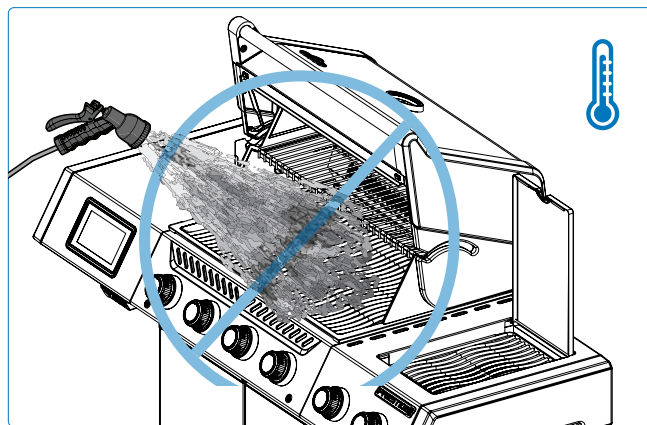

Fig. 20
1. Nunca apague una llama ni controle llamaradas con agua. (Fig. 20).